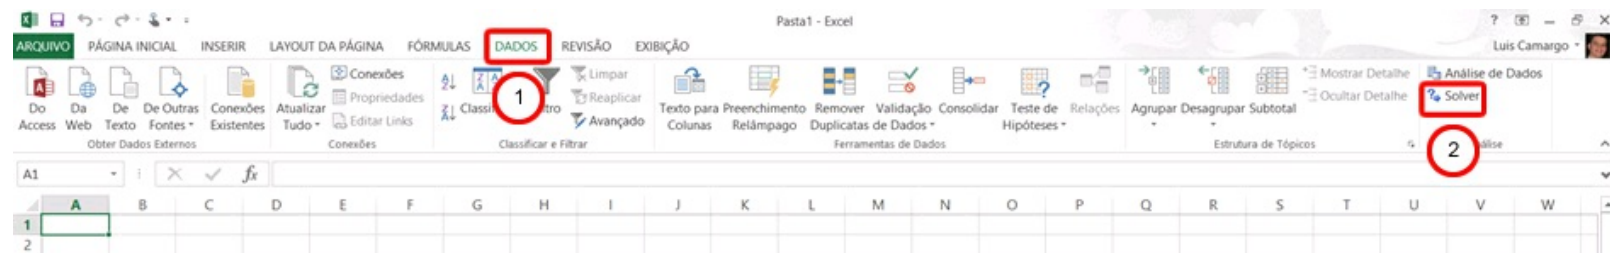
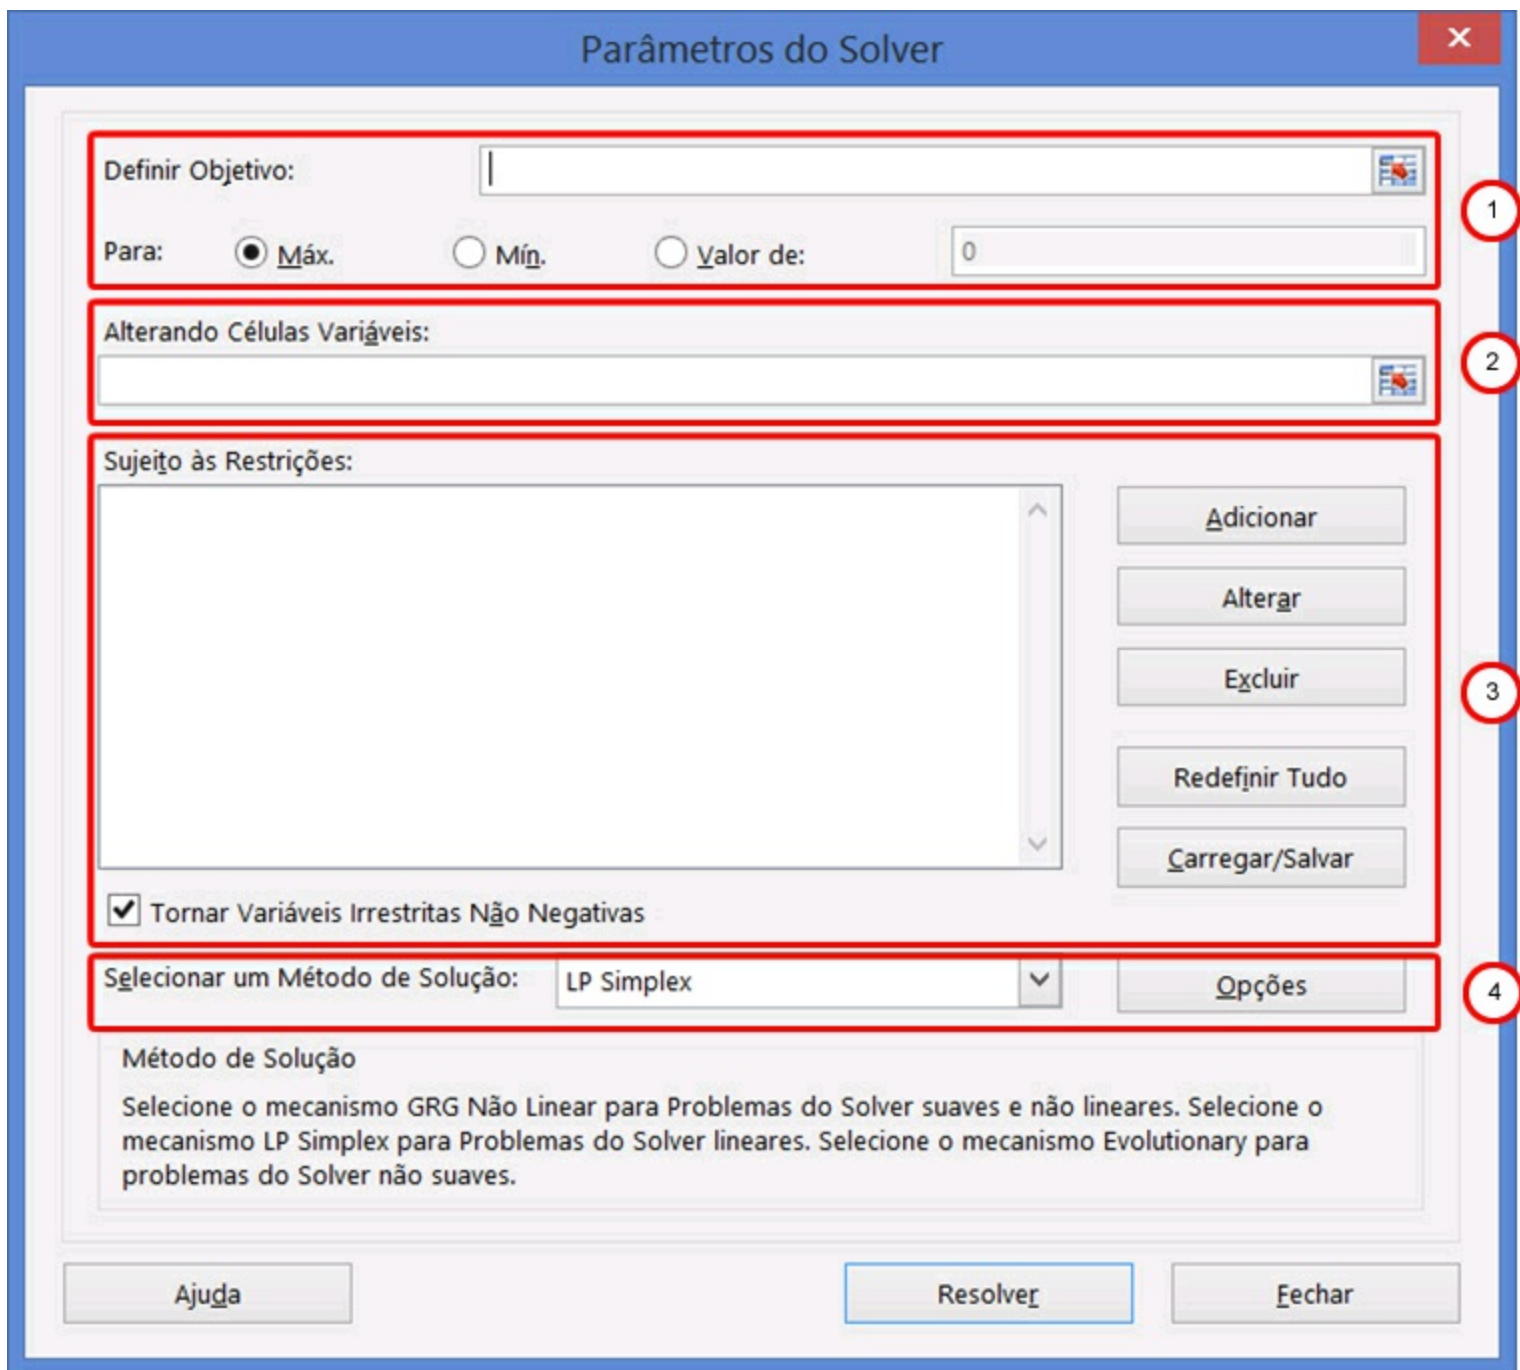

Figura 33 – Solver no MS Excel.
Figura 34 – Solver no MS Excel – Parâmetros.
Ao final do processo de instalação do suplemento Solver no MS Excel você poderá observar que estará disponível no menu Dados (item 1 da Figura 33) o Solver (item 2 da Figura 33) para ser utilizado para resolver os problemas de programação linear.
Ao clicar no Solver (Figura 33, item 2) a tela ilustrada na Figura 34 é apresentada. Nessa tela temos a nossa disposição um conjunto de parâmetros que devem ser configurados para obtermos respostas para problemas de programação linear. No item 1 da Figura 34 é onde informamos a nossa função objetivo, lembrando que podemos maximizar (Max.), minimizar (Min.) ou obter um valor específico (Valor de:) para a função objetivo. Aqui há uma diferença do Lindo, pois no Excel é possível determinar um valor a ser atingido pela função objetivo. As variáveis de decisão são informadas ao Solver através
da caixa ilustrada no item 2 da Figura 34. As restrições são programadas no item 3 da Figura 34, sendo os detalhes apresentados no momento em que iremos construir um exemplo. Por fim, o item 4 da Figura 34 apresenta os diferentes tipos de otimização disponíveis no Solver do MS Excel. Para o objetivo deste livro iremos focar exclusivamente em otimização linear, portanto, necessitamos selecionar a opção LP Simplex.